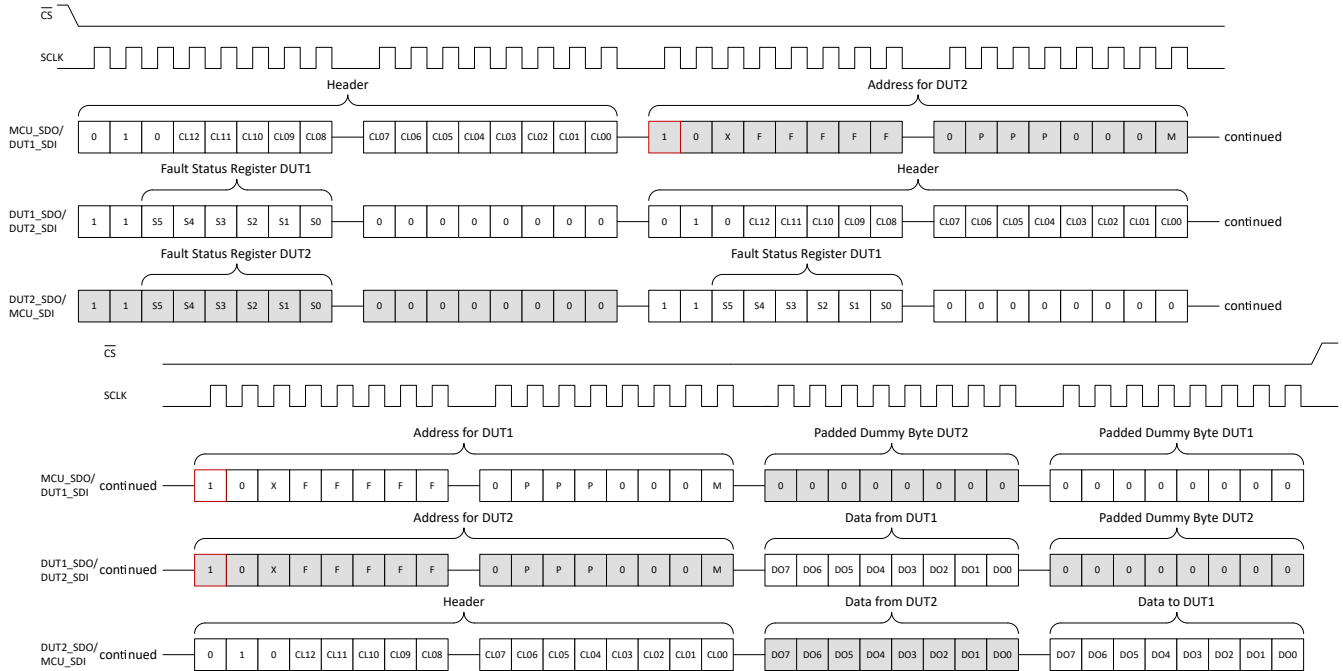

图 7-12. SPI 菊花链读取
图 7-12 显示了菊花链中 2 个器件的菊花链读取示例。发送标头字节时，链长度 (CL) 值为 2，后跟 DUT2、DUT1 的地址，然后是 DUT2、DUT1 的 8 位虚拟数据输入。当第一个器件移出数据时，它会发送其状态分段，然后是原始标头、DUT2 地址、DUT1 数据输出和 DUT2 虚拟数据输入。链中的最后一个器件会发送其状态，后跟 DUT1 的状态，最后发送 DUT2 和 DUT1 的数据输出。